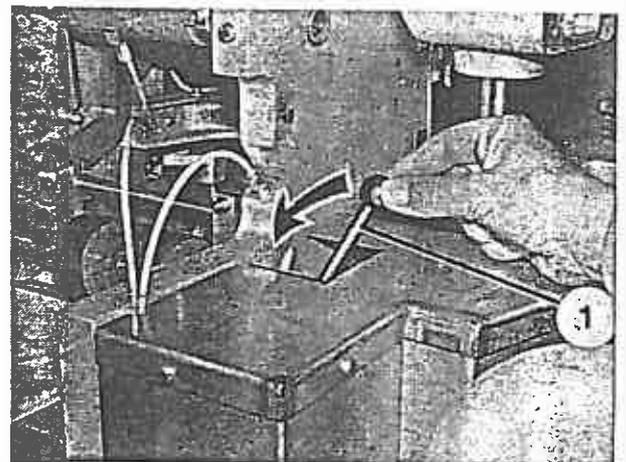

Bild 95
10. Einwicklervorzug durch Umlegen des Hebels (Bild 95/1) in Pfeilrichtung einschalten.